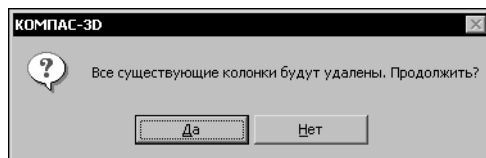

Рис. 22.4. Предупреждение об удалении прежнего набора колонок
3. В ответ на запрос системы (рис. 22.4) подтвердите удаление всех существующих колонок (нажмите кнопку **Да**). Если список колонок был пуст, подтверждение формирования нового списка колонок не требуется.